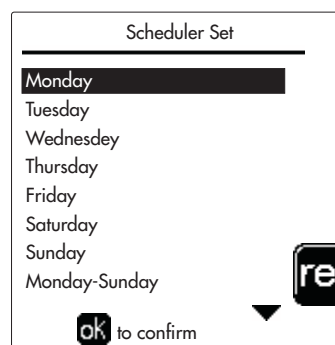

fig. 26
-  Pentru a readuce programarea orarului la valorile din fabricație, apăsați tasta **contextuală 3** din meniul **Program orar** (fig. 26) și confirmați cu **OK**.